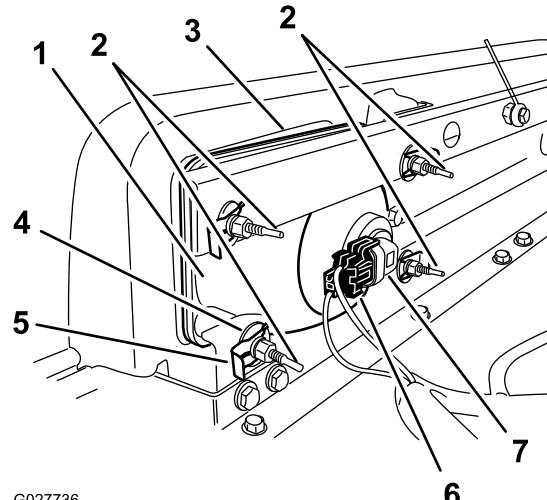

図 51
3. ランプ・アセンブリのコネクタから、ハーネス用のコネクタを外す図 51。
4. ヘッドライトをヘッドライトブラケットに固定しているスピードクリップとワッシャを外す図 51。
5. ヘッドライト・アセンブリ全体を前に押出して、前バンパーから外す図 51。
6. 取り付け穴に新しいヘッドライトを取り付ける図 51。
8. ハーネス用のコネクタを、新しいランプ・アセンブリのコネクタに接続する図 51。
2. ヘッドライトアセンブリの裏側部分にある調整ねじ図 51を回してヘッドライトアセンブリの角度を変えてビームの方向を調整する。